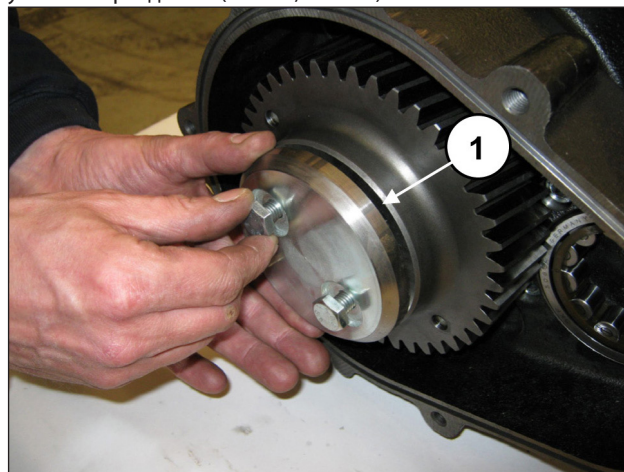

Рис. 78
Закрепите стопор ведомой шестерни (поз. ①, Рис. 78) с помощью 2 винтов М10x25.